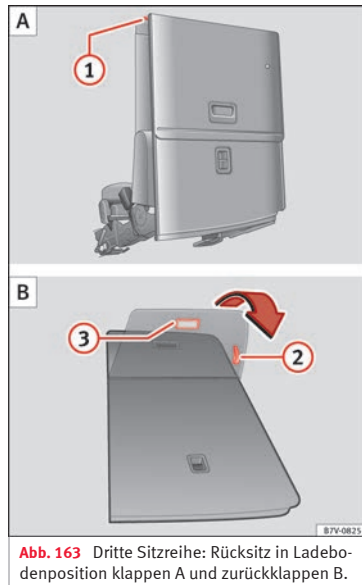

Abb. 163 Dritte Sitzreihe: Rücksitz in Ladebodenposition klappen A und zurückklappen B.
- Gegebenenfalls Hebel »» **Abb. 163** ❷ ziehen, um den Rücksitz in Längsrichtung in die gewünschte Position zu verschieben. »»
- Griff »» **Abb. 163**  nach oben ziehen und Rücksitzlehne nach vorn drücken. Der komplette Rücksitz klappt nach vorn »»  und auch die Sitzfläche schwenkt selbsttätig nach vorn.
- Schlaufe »» **Abb. 163**  ziehen, um die Sitzabdeckung zurückzuklappen.
- Griff »» **Abb. 163**  ziehen. Der komplette Rücksitz klappt nach hinten.